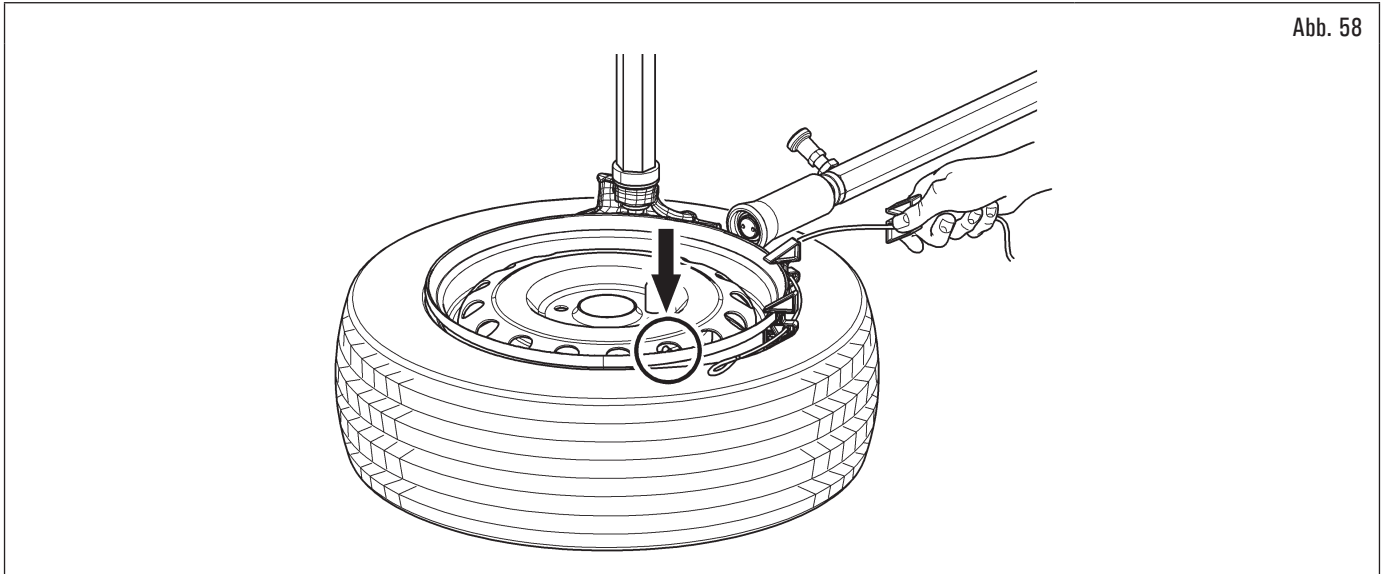

Abb. 58
4. durch Drücken des Drehpedals alle Keile nacheinander einsetzen (Abb. 58);